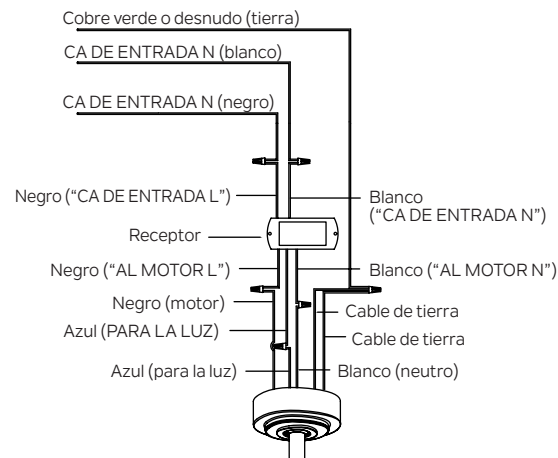

Figura 14
Paso 2. Conexiones eléctricas del motor al receptor: Conecte el cable NEGRO del ventilador al cable NEGRO marcado "AL MOTOR L" del receptor. Conecte el cable BLANCO del ventilador al cable BLANCO marcado "AL MOTOR N" del receptor. Conecte el cable AZUL del ventilador al cable AZUL marcado "PARA LA LUZ" del receptor. Fije todas las conexiones de cables con los conectores de cable de plástico provistos. (Figura 14)
Paso 3. Conexiones eléctricas del receptor remoto a la caja de salida: Conecte el cable NEGRO (vivo) del techo al cable NEGRO marcado "CA DE ENTRADA L" del receptor. Conecte el cable BLANCO (neutro) del techo al cable BLANCO marcado "CA DE ENTRADA N" del receptor. Fije todas las conexiones de cables con los conectores de cable de plástico provistos. (Figura 14)
Paso 4. Si su caja de salida tiene un cable de tierra (de cobre verde o desnudo) conéctelo a los cables de tierra del ventilador. De lo contrario, conecte el cable de tierra del ventilador al soporte de montaje. Fije la conexión del cable con una tuerca de plástico proporcionada. Después de conectar los cables, sepárelos de modo que los cables verde y blanco estén en un lado de la caja de salida y los cables negro y azul en el otro lado. (Figura 14)